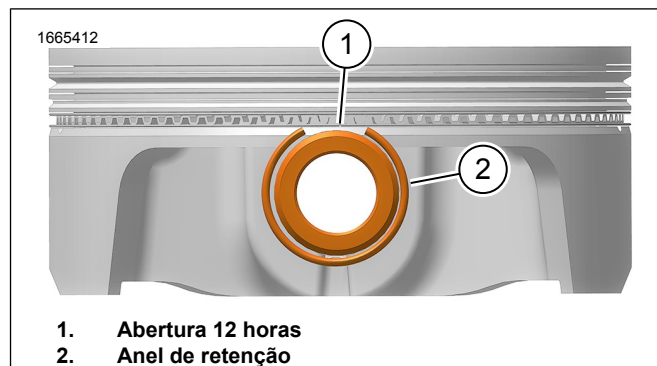

Figura 5. Posição do Anel de Retenção no Pistão
- Figura 5 Deve-se certificar de que o anel de retenção (2) está totalmente encaixado na ranhura.
- A abertura do anel de retenção (1) deve estar na posição de 12 horas.